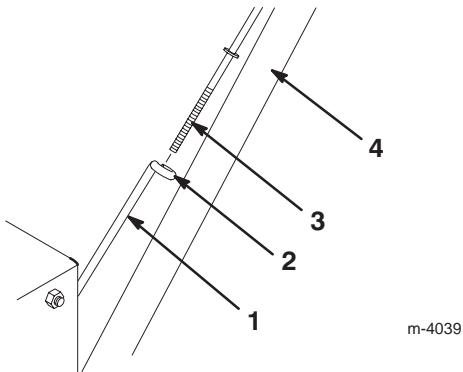

Bild 4
- Halten Sie die Griffe in der Installationsposition und stecken Sie die obere Fahrantriebsstange durch die Öse in der unteren Fahrantriebsstange (Bild 4).